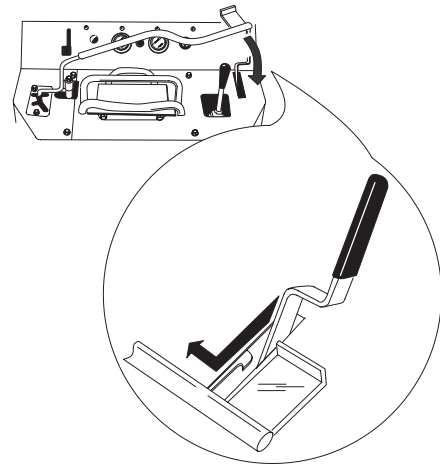

Abbildung 20
C. Die Feststellbremse anziehen und die Klemme loslassen, so dass sie unter dem Bremshebel einrastet (Abb. 20).